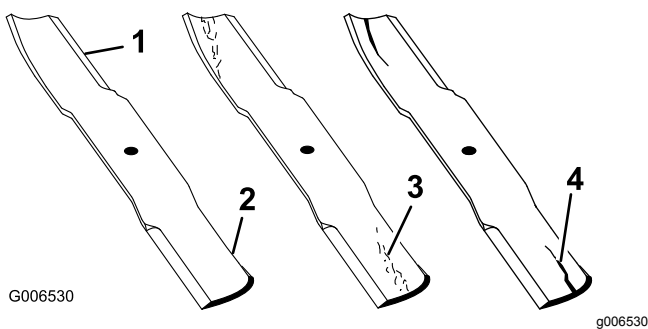

Figura 132
2. Examine cuidadosamente los extremos de corte de la cuchilla, sobre todo en el punto donde convergen la parte plana y la parte curva de la cuchilla, tal y como se muestra en Figura 132.
Nota: Puesto que la arena y cualquier material abrasivo pueden desgastar el metal que conecta las partes curva y plana de la cuchilla, compruebe la cuchilla antes de utilizar el cortacésped. Si se aprecia desgaste, cambie la cuchilla (Figura 132).